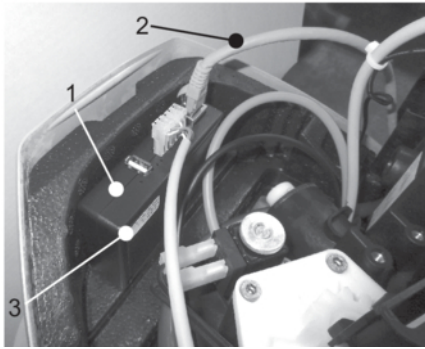

Abb. 13: Connectivity-Modul
3. LAN-Kabel in die LAN-Steckdose des Connectivity-Moduls einstecken (siehe Abbildung 13).
- den QR-Code auf dem Aufkleber des Connectivity-Moduls mit Hilfe der JU-Control App abscannen (siehe Abbildung 13) oder
- die MAC-Adresse auf dem Aufkleber des Connectivity-Moduls verwenden (siehe Abbildung 13).